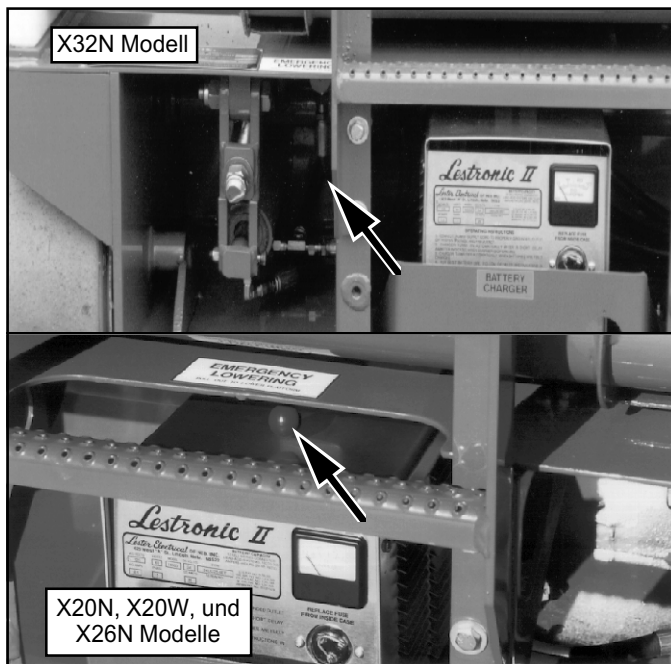

Abbildung 3: Notablaßventil
15. Öffnen Sie das Fahrwerk-Absenkenventil (Abbildung 3), um die korrekte Funktion zu überprüfen, indem Sie den Hebel herausziehen und halten. Sobald die Plattform ganz abgesenkt wurde, schließen Sie das Ventil durch Loslassen des Hebels.
Bitte Sie eine Person am Boden das Notablaßventil, das sich an der Rückseite der Maschine befindet (Abbildung 3), zu öffnen.